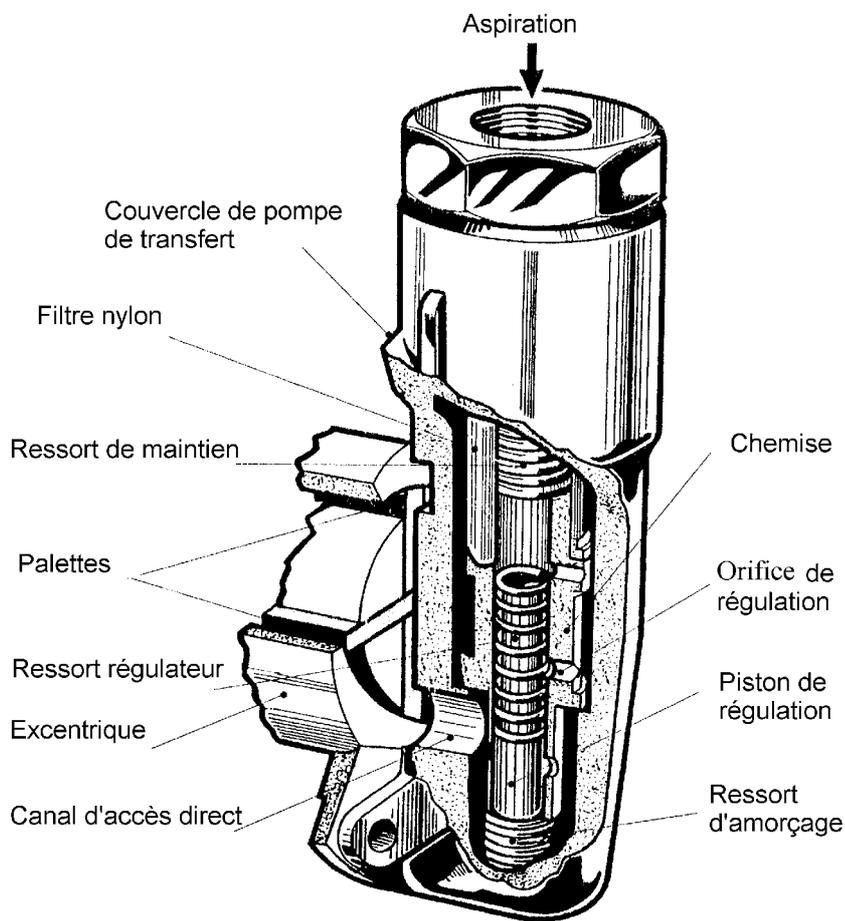

Fig.8 Soupape régulatrice
- une soupape de régulation de pression (fig. 8 et 8bis) qui remplit deux fonctions :
- Amorçage (fig. 8,8 bis et 9a)
- Marche normale (fig. 8 et 9b)
Fig.8 bis
(1) pression obtenue par une pompe d'alimentation ou par une pompe d'amorçage placée sur le filtre
- MARCHE NORMALE (fig. 8 et 9b)